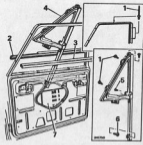

Abb. 4
- (1) Fensterkurbel ausbauen, siehe Arbeiten (1) bis (5).
- (2) Holzkeile entfernen und Türglas bis zum Boden der Tür senken.
- (3) Pop-Nieten ausbrennen, die die obere Türleiste sichern, die drei Schrauben lösen und Leiste abnehmen, siehe Abbildung 4.
- (4) Innere und äußere Schienenleisten sorgfältig abhebeln (Abb. 4).
- (5) Die zwei Schrauben abnehmen, die das Ausstellfenster an der Tür sichern, siehe Abb. 4.
- (6) Ausstellfenster herausnehmen (Abb. 4).
- (8) Ausstellfenster halten und die fünf Sicherungsschrauben (die drei Schrauben an oberen Rahmen sichern auch die obere Türleiste) einsetzen. Die anderen beiden Schrauben fest anziehen und Jenseits die Leiste halten (Abb. 4).
- (1) Arbeiten (1) bis (5) in Abschnitt 3 vornehmen.
- (2) Ausbauarbeiten (2) bis (6) in Abschnitt 4 vornehmen um das Ausstellfenster auszubauen.
- (3) Türglas herausheben (Abb. 4).